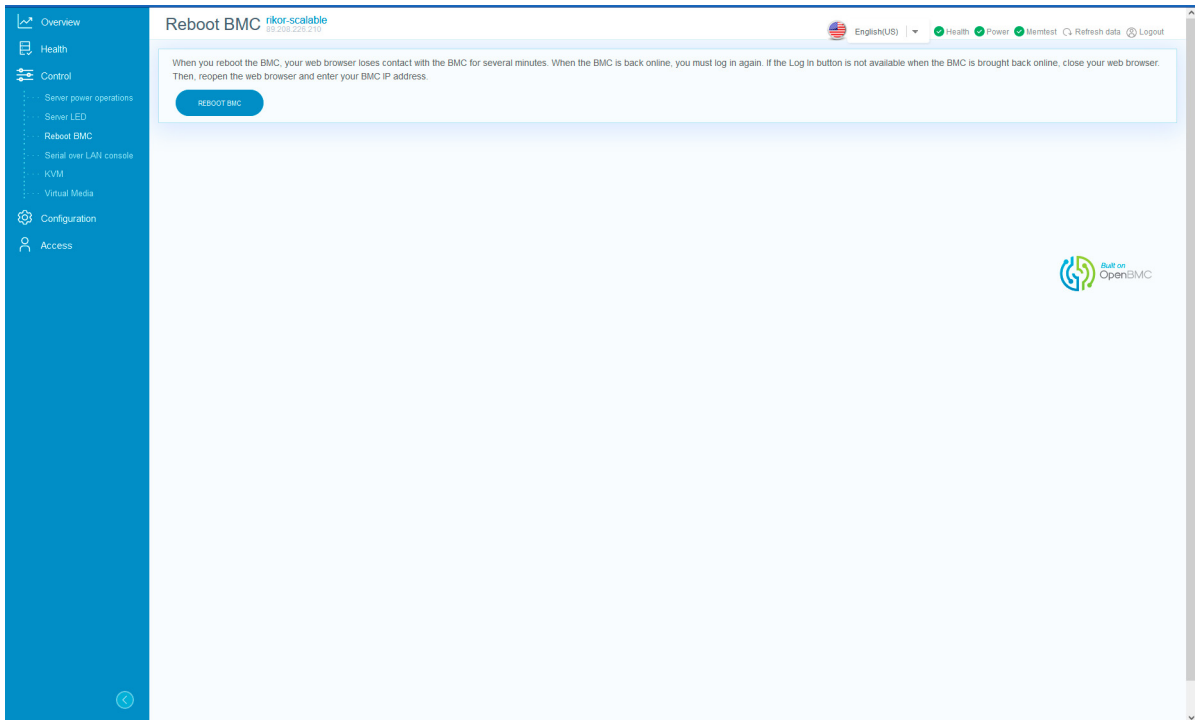

Рис. 84. Окно «Reboot BMC»
- 4) Пройдите во вкладку «Control» → «Reboot BMC» в данной вкладке осуществляется перезагрузка BMC. Нажмите на кнопку «Reboot BMC» для перезагрузки BMC. Окно показано на рис. 84 Окно «Reboot BMC»